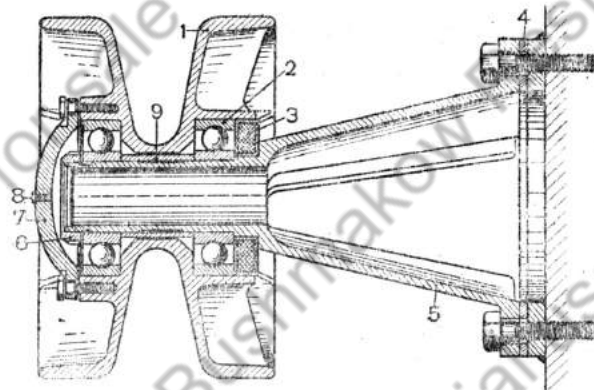

Рис. 203. Поддерживающий каток (разрез):
Поддерживающий каток (рис. 203) состоит из корпуса 1 с запрессованными в него двумя шарикоподшипниками 2, между которыми установлена распорная втулка 9. Поддерживающий
2. Отконтрить и отвернуть гайку 6 (рис. 203).